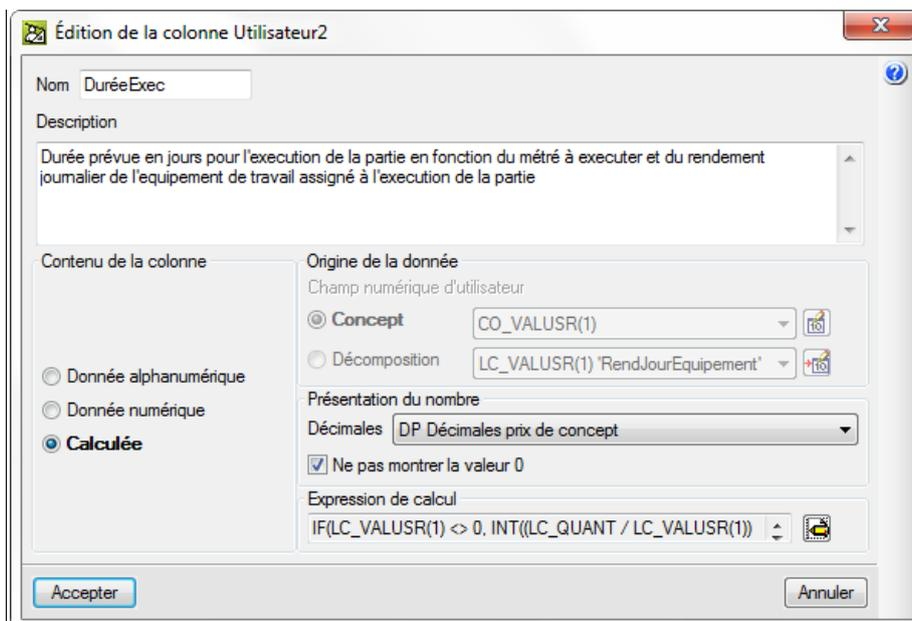

Fig. 10
- b) Exemple pour créer une colonne de type calculée appelée DuréeExec pour avoir la durée prévue, en jours, pour l'exécution de la partie en fonction du métré à exécuter et du rendement journalier de l'équipement de travail assigné à l'exécution de la partie Fig. 10.